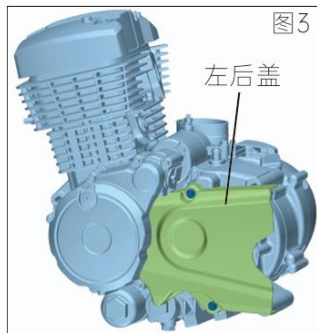

图3
- 2、由 8#套筒拆掉左后盖的两颗六角法兰面螺栓（M6×28）；（如图 3）
- 1、按照皮带检查流程拆掉右曲轴箱盖，取下右曲轴箱盖密封垫和 2 件定位销，用 19#套筒拆卸掉位于曲轴顶端，主动轮驱动盘上的六角法兰面螺母（M14×1.25），取走平垫圈（ $\phi 14.2 \times \phi 26 \times 3$ ）；取下主动轮驱动盘和平垫圈（ $\phi 15.1 \times \phi 28 \times 2$ ）。（如图 3）
- 3、用专用拉拔器将从动轮的移动盘提升分开，将新的传动皮带套装到分开的从动轮的两个斜盘中间，另一侧套在曲轴端上。（如图 3）